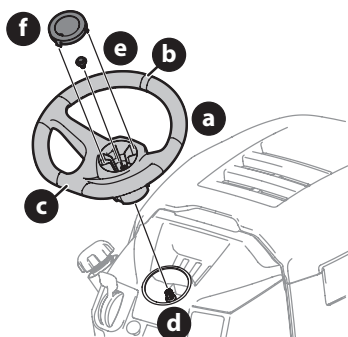

Figura 14
1. Con las ruedas del tractor apuntando recto hacia adelante, alinee el volante (a) usando la línea central (b) de la parte delantera del volante (a) que apunta hacia adelante y la sección plana (c) del volante (a) orientada hacia el asiento, coloque el volante (a) sobre el árbol de la dirección (d) (Figura 14).
2. Asegure el volante (a) con el perno hexagonal (e) desde debajo de la tapa del volante (f) y ajuste hasta 18-22 pies-libras (24-30 N-m) (Figura 14).
3. Coloque la tapa del volante (f) sobre el centro del volante (a) y empuje hacia abajo hasta que haga clic al calzar en su lugar (Figura 14).
NOTA: el perno hexagonal (e) que asegura el volante (a) tiene sellador de rosca; de modo que si se lo extrae, se recomienda reemplazar el perno hexagonal (e) o volver a aplicarle sellador de rosca (Figura 14 en la página 47).